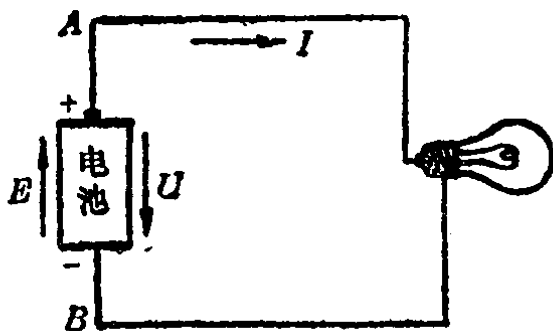

图 1-3
2. 电路中电流的产生，电压与电势：有了电源，又构成了闭合的通路，为什么就能产生电流呢？由于电源的存在，使电路中产生了电位差，因而导线中的电荷向一个方向移动，从而形成电流。例如当如图1-3接成电路时，同电池正极相接的导线A处于高电位，同电池负极相接的导线B处于低电位，因而电路
中产生了电位差，导线中的正电荷就会从 A 处经负载向 B 处移动。但是要使电流连续不断，就需要依靠电源内部的力（这种力通常称为非静电力）的作用，使正电荷不断地从低电位（负极）推到高电位（正极），从而能始终保持 A 点电位比 B 点的电位高。电池之所以具有这种能力，是由于它内部的化学作用，能产生化学力（这就是一种非静电力），推动正电荷移动。这时化学能就转换成电能。电源内部这种能把正电荷从低电位推到高电位的能力，我们称之为电动势（或简称电势），用符号 E 来表示。电势 E 的大小等于单位正电荷在电源内部力的作用下通过电源时所获得的能量。 E 的单位是伏特，或简称伏，符号是 V 。电势的方向是从负极（低电位）到正极（高电位）的方向，即电位升高的方向。电源内部有了电势，就能在正极和负极之间保持一定的电位差，这个电位差又叫电压，用符号 U 来表示，单位和电势一样，也是伏。电压 U 的方向是正极（高电位）到负极（低电位）的方向，即电位降低的方向。应该指出，电势只存在于电源内部，而电压一般是对外部电路而言的。图1-3中，分别用箭头标出了 U 和 E 的方向。有的电压很低，常用毫伏（ mV ）作单位：
是由原子核和一定数量的电子组成的。原子中的电子围绕着原子核不停地运动着。电子带有负电荷，而原子核带有正电荷。实践证明，正电荷与负电荷相互吸引，而同性电荷之间则互相排斥。通常情况下，原子核的正电荷与周围电子的负电荷在数量上相等，所以对外部的电荷既不吸引，也不排斥，原子对外不显电性。如果原子这个统一体因某种原因而被破坏，两种电荷分离，物体就会显出电性。电路中的电流就是因电源内部力的作用，破坏了原子这个统一体，在金属导线中带有负电荷的电子按一定方向移动而形成的。习惯上规定正电荷运动的方向作为电流的方向，即和电子运动的方向相反。电流通常用符号 I 来表示，在图1-3中也用箭头标出了电流的方向。电流的大小是以单位时间内导体截面上移过多少电量来衡量的。如果单位时间内在导体截面上移过的电量多，电流就大。